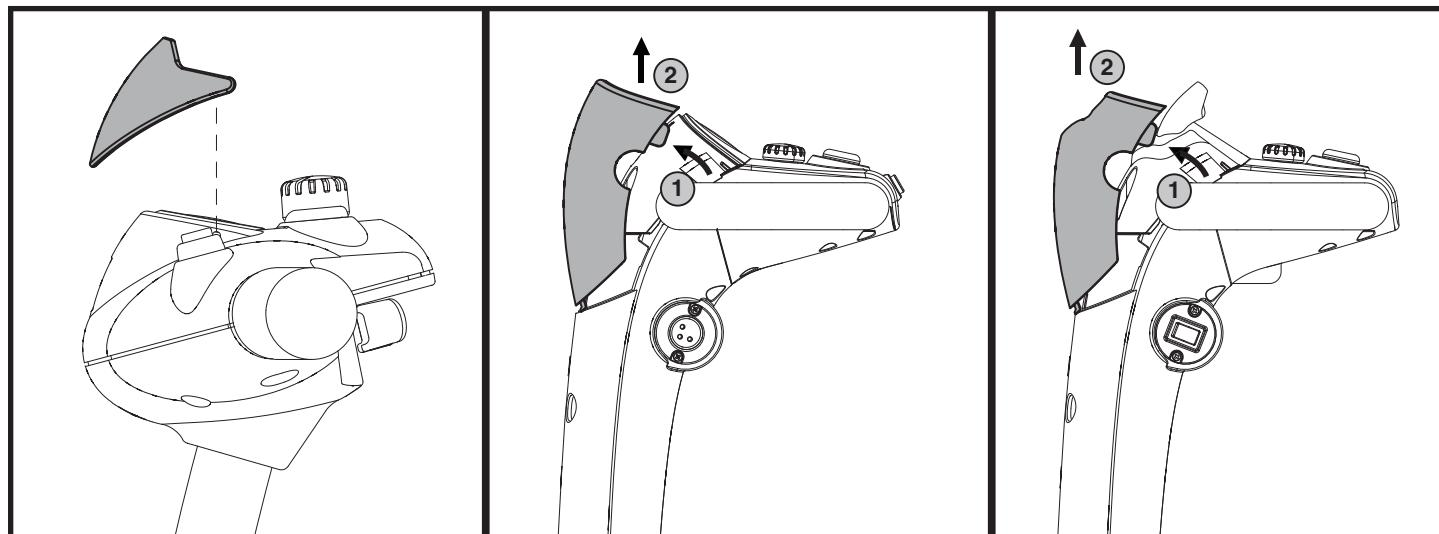

Abb. 16. Lenkerkonsole Schutzvisier
1. Drücken Sie die Oberseite der Schutzscheibe behutsam von der Lenkerkonsole weg und heben sie dann nach oben. Siehe Abb. 16.